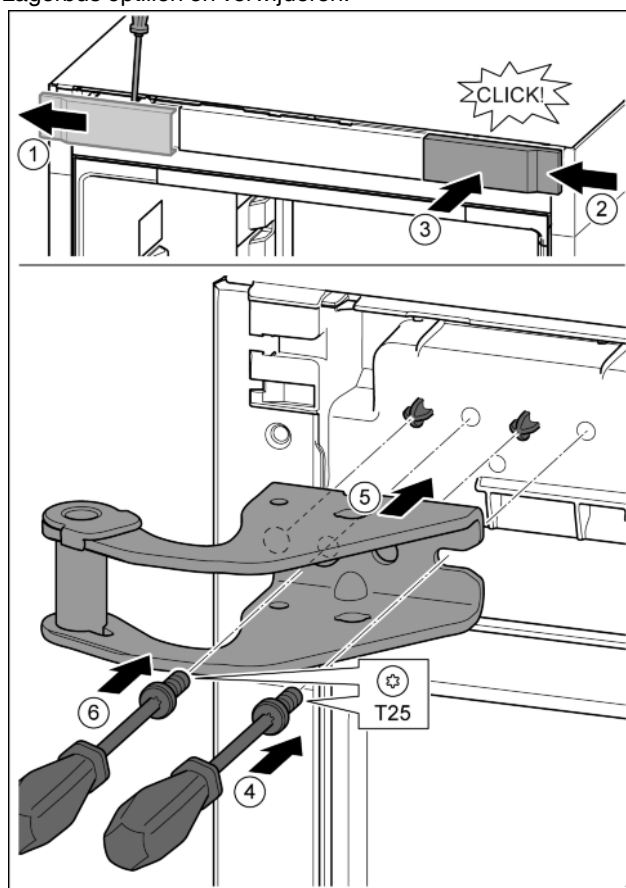

Fig. 14
- ▶ Afdekking met behulp van een schroevendraaier losmaken en zijdelings eraf halen. Fig. 14 (1)
- ▶ Afdekking 180° gedraaid op de andere kant van rechts aanbrengen. Fig. 14 (2)
- ▶ Afdekking vastklikken. Fig. 14 (3)
- ▶ Schroef met schroevendraaier T25 aandraaien. Fig. 14 (4)
- ▶ Bovenste lagerbus plaatsen. Fig. 14 (5)
- ▶ Schroef vastdraaien. Fig. 14 (4)
- ▶ Schroef met schroevendraaier T25 aanbrengen en vastdraaien. Fig. 14 (6)